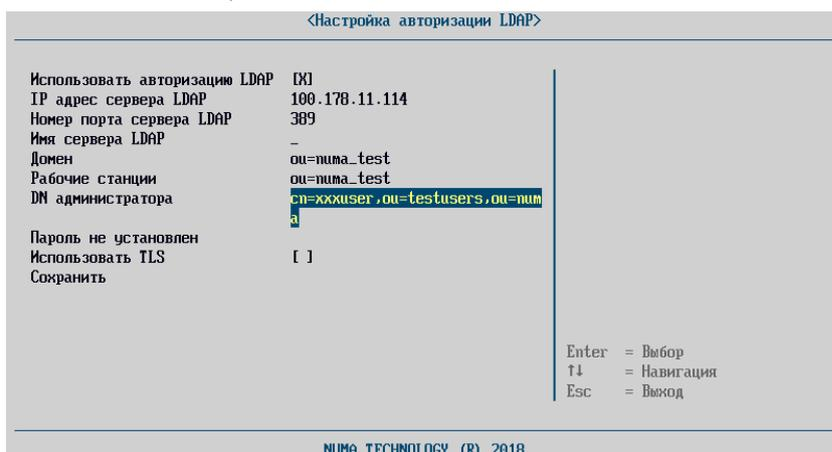

Рисунок 13 – Настройки авторизации LDAP
- настроить клиент LDAP (см. Рисунок 13):